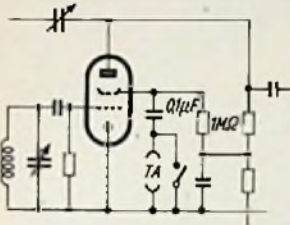

Bild 1. Schirmgitter-Anschaltung von Tonabnehmer oder UKW-Zusatzgerät
1. Schirmgitter-Anschluß (Bild 1). Die Nf-Spannung wird über den schon vorhandenen Schirmgitterkondensator an die Röhre gelegt; der Kondensator hält außerdem die Schirmgitterspannung vom Tonabnehmer fern. Mit seinen 0,1 µF bietet er der vom Tonabnehmer kommenden Nf-Wechselspannung keinen nennenswerten Widerstand. Der Vorteil dieser Anordnung ist in der einfachen Anschaltung zu sehen, besonders weil dabei keine Leitungen abzuschirmen sind (keine Brummgefahr). Nachteilig jedoch ist die geringe Empfindlichkeit, da